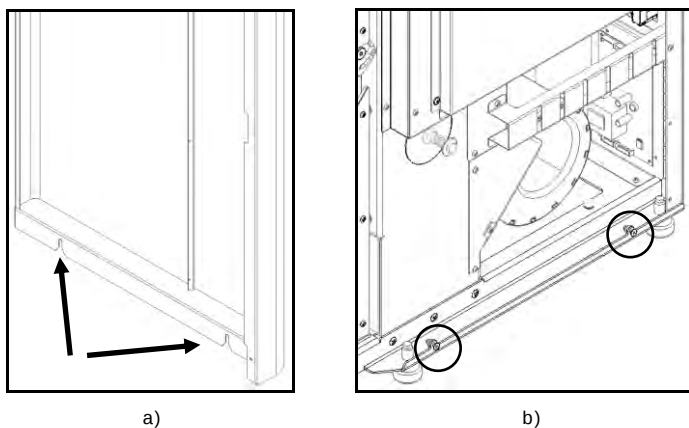

Figura 93 – Encaixe lateral inferior das envoltantes
c) Encaixar os furos inferiores das capas laterais (Figura 93-a) nos guias que se encontram no fundo da máquina (Figura 93-b).